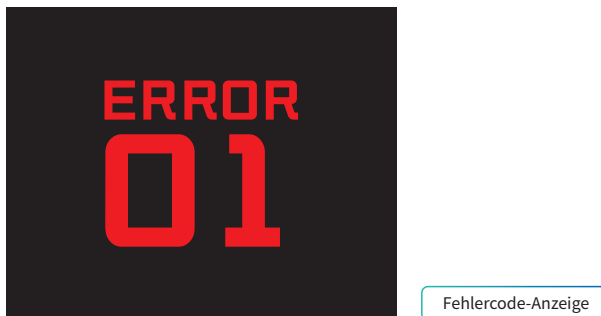

Abbildung 4.3.3.3
(9) SOS-Anzeige (siehe Abbildung 4.3.3.4)